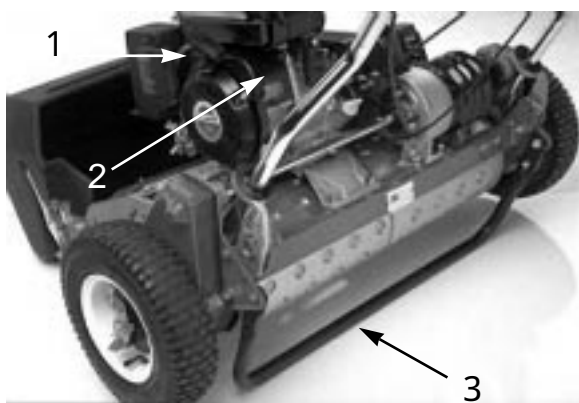

図23
### ON / OFF スイッチ（図23）
### スタータ（図23）
### キック・スタンド（図23）
- 3 . ON / OFF スイッチ（図23）を ON とする。